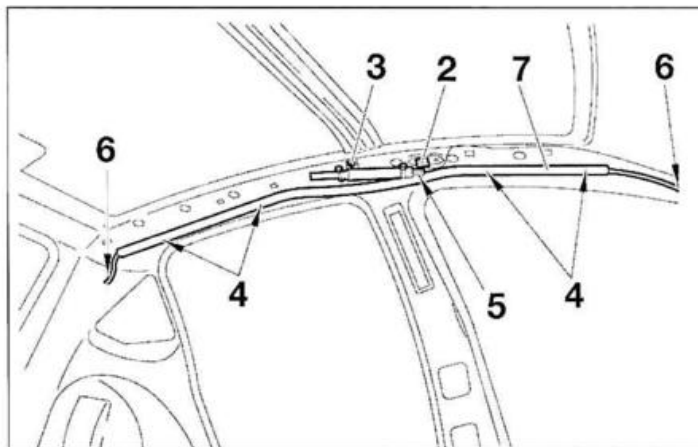

FIG. 6
- Desatornillar el tornillo (2) y la tuerca (3) (fig. 6)
- Desengrapar los separadores en los puntos (4).
- Desconectar el conector (5).
- Separar las tiras en los extremos (6).
- Desmontar el airbag de cortina (7).